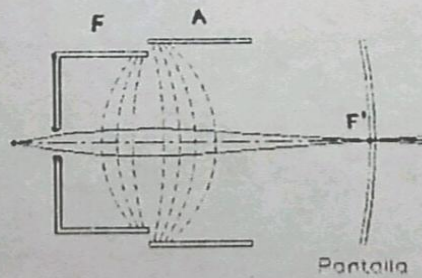
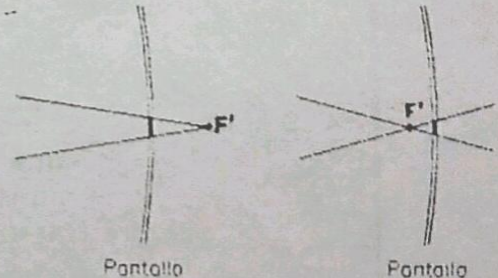

Fig. 3
Fig. 4
Otro es el **CONTROL DE FOCO** en el cual variando el potencial entre el ánodo (A) y (F) por intermedio del potenciómetro (R_F), se logra que el haz coincida justo sobre la pantalla, o sea modificamos la focalización que produce el lente electrostático conformado por dichos ánodos (Fig. 3). Si la focalización se produce antes o después de la pantalla veremos una imagen con mayor sección de trazo (Fig. 4).